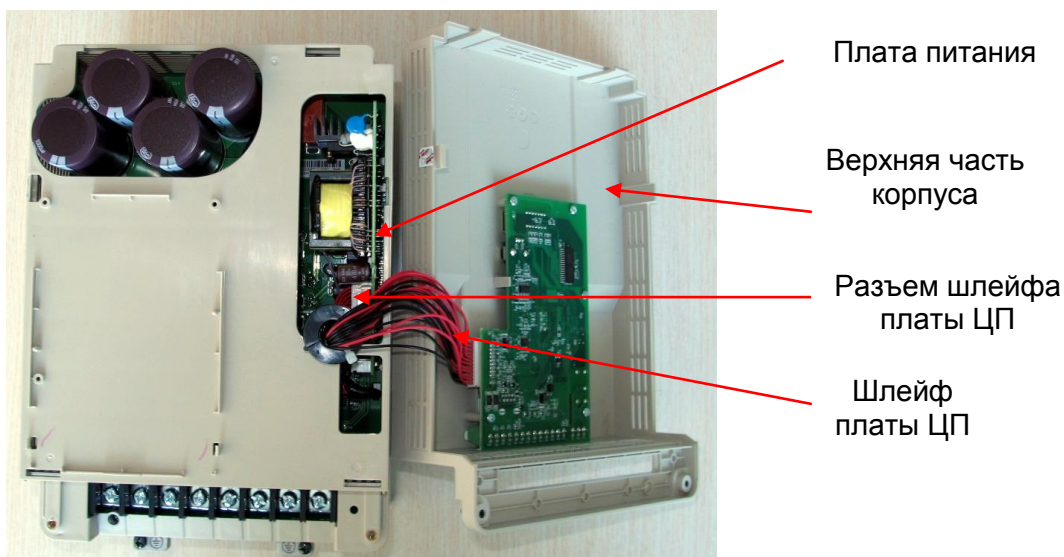

Рис. 7.11
7.7.1. Расположить верхнюю часть корпуса рядом с преобразователем частоты и соединить шлейф платы ЦП с разъемом на плате питания (рис. 7.11).